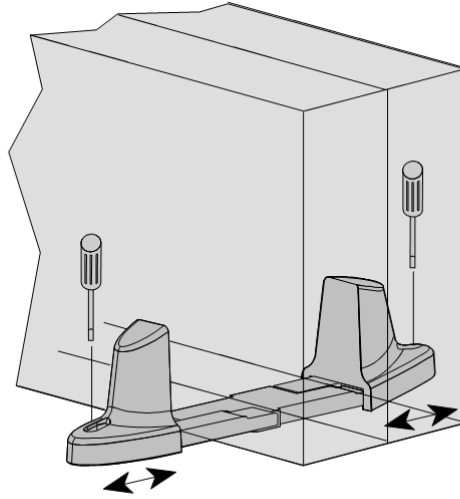

Abbildung 15. Standmontage mit zwei Gehäusen
7. Stellen Sie das Gehäuse vorsichtig senkrecht auf - die USV-Anzeige ist dabei oben - und positionieren Sie die Standfüße (siehe Abbildung 15).